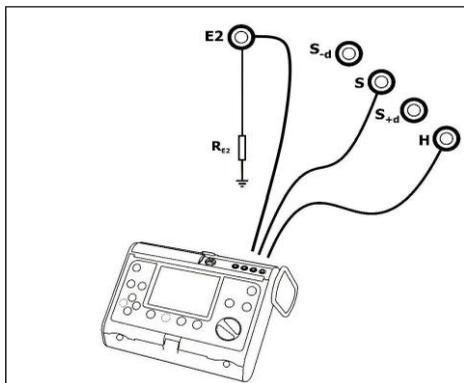

Fig. 9. Conexión del medidor
- conectar el medidor de la resistencia de las tomas de tierra (MRU-XXX) a las tomas según la Fig. 9,